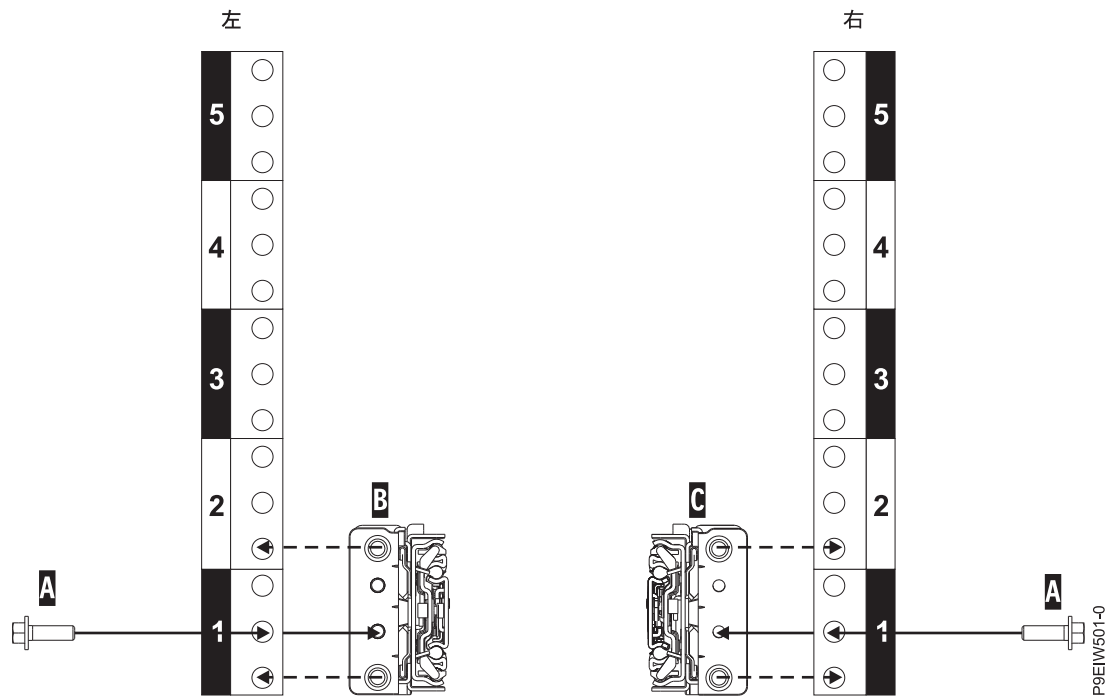

図 4. ラックの背面でのスライド・レールの取り付け
- 図 4 に示すように、左スライド・レール (B) と右スライド・レール (C) を M5x16mm ねじ (A) で取り付けます。各ねじを、最下段の EIA ラック単位の中央の穴にある、ねじ山付きスライド・フランジ穴に差し込んで、締めます。